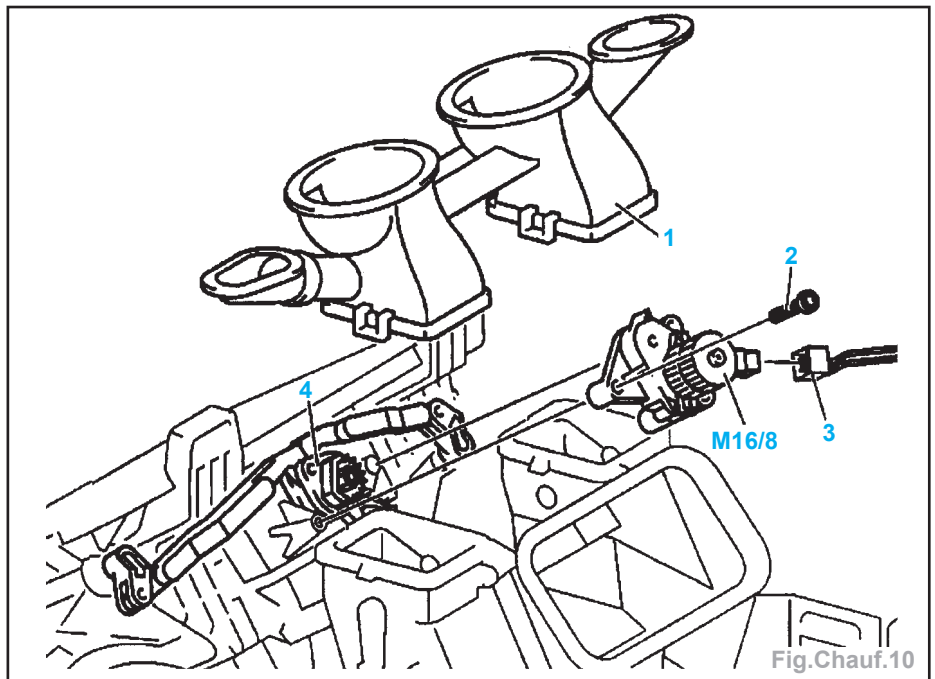

Fig. Chauff.10
- Déclipser le conduit d'air (1) (Fig. Chauff.10).
- Débrancher la connexion (3) du moteur (M16/8).